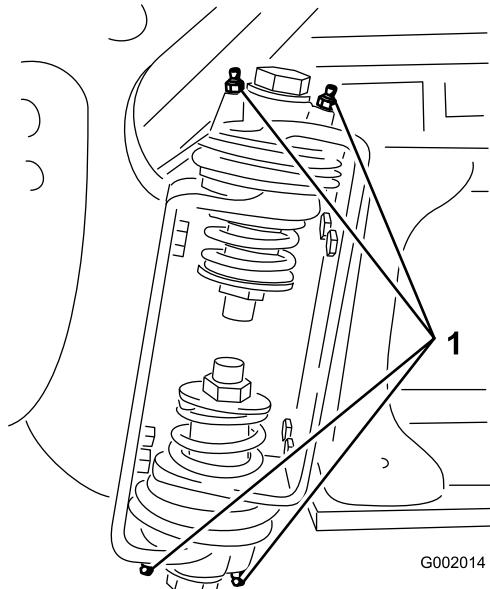

Рисунок 65
- Закачайте консистентную смазку в подшипник или втулку через каждую масленку (Рисунок 65).